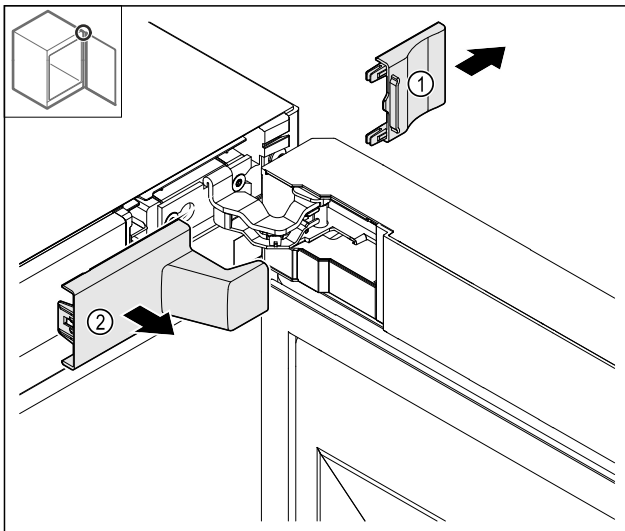

Fig. 15
► Abdeckung Fig. 15 (1) und dann Fig. 15 (2) entfernen.